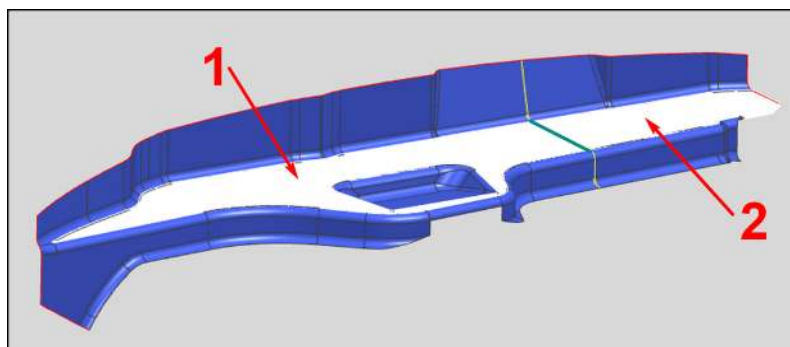

Рис. 3.6. Проверка пересечений объектов, представление результата с помощью опции **Подсветить пары граней**
- **Подсветить пары граней** (выделяет цветом пары пересекающихся граней (рис. 3.6);